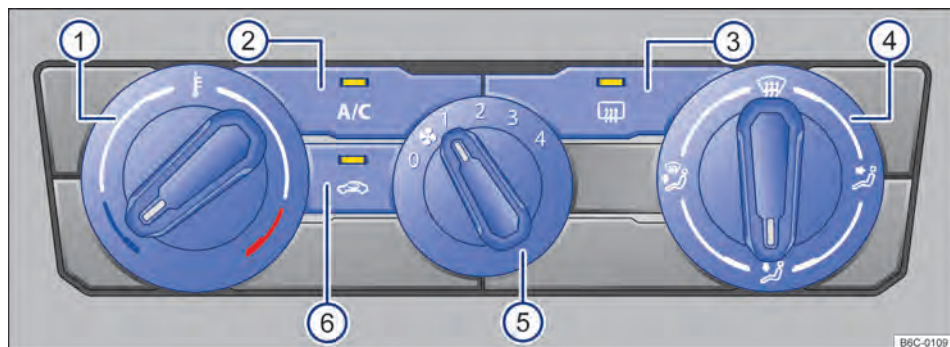

Fig. 76 Comandos do ar-condicionado.
- *Ar-condicionado*: girar o regulador do ventilador para o nível 0 → Fig. 76 (5).
- *Ar-condicionado*: pressionar o botão **A/C** → Fig. 76 (2) para ligar e desligar o funcionamento da refrigeração.
- *Ar-condicionado*: girar o regulador rotativo esquerdo → Fig. 76 ①.
- *Ar-condicionado*: girar o regulador do ventilador → Fig. 76 ⑤.
- *Ar-condicionado*: pressionar o botão  → Fig. 76 ⑥.
- *Ar-condicionado*: girar o regulador da direita → Fig. 76 ④ para posição desejada.
- *Ar-condicionado*: girar o regulador direito para a posição  → Fig. 76 ④.
- *Ar-condicionado*: pressionar o botão  → Fig. 76 ③.